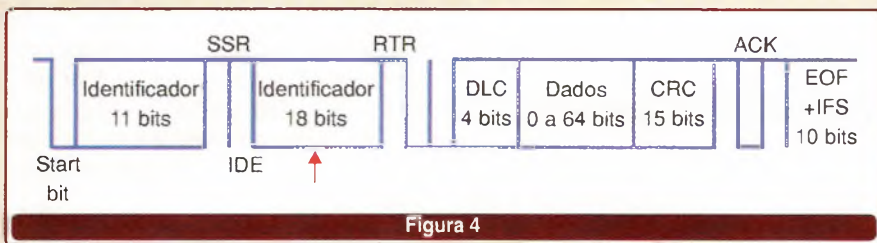

Figura 4
**CAN 2.0B** – *Mensagens com identificador de 29 bits*. É possível ter, aproximadamente, 537 milhões de mensagens em uma rede constituída sob este formato. Percebe-se que a limitação em virtude da quantidade de mensagens não mais existe. Por outro lado, o que pode ser observado em alguns casos é que, os 18 bits adicionais no identificador aumentam o tempo de transmissão de cada mensagem, o que pode caracterizar um problema em determinadas aplicações que trabalhem em tempo-real (problema conhecido como *overhead*). A **Figura 4** exibe o quadro de mensagem do formato CAN 2.0B.